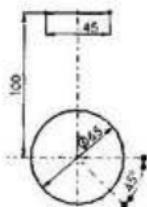

图 2-20 绘制圆和直线
- (3) 单击草图工具栏中的 (直线) 工具和 (圆) 工具以上述完成的中心线为参考绘制出如图 2-20 所示的形体（将绘制的圆取名为圆 1），并单击 (智能尺寸) 工具对直线与圆 1 进行尺寸定义。除此之外，选择直线的两个端点和垂直中心线，为它们建立“对称”几何关系。